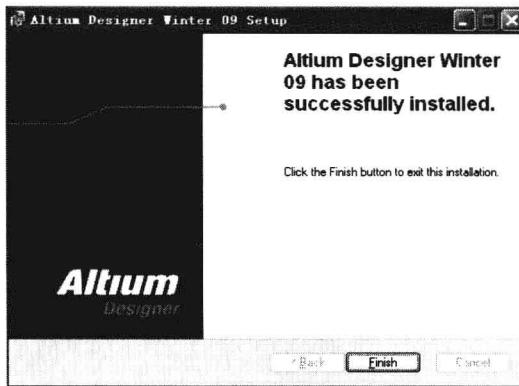

图 1-10 安装结束窗口
(10) 文件复制完毕后，系统弹出安装完毕窗口，单击 Finish 按钮，结束安装如图 1-10 所示。